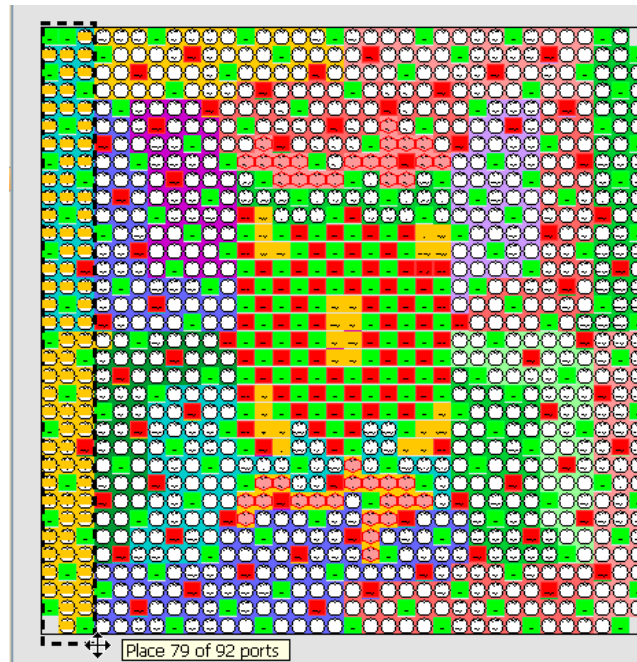

図 8-20 : I/O ポートの領域への配置
3. [Package] ビューまたは [Device] ビューのいずれかで長方形を描画し、図 8-20 のように割り当て領域を定義します。